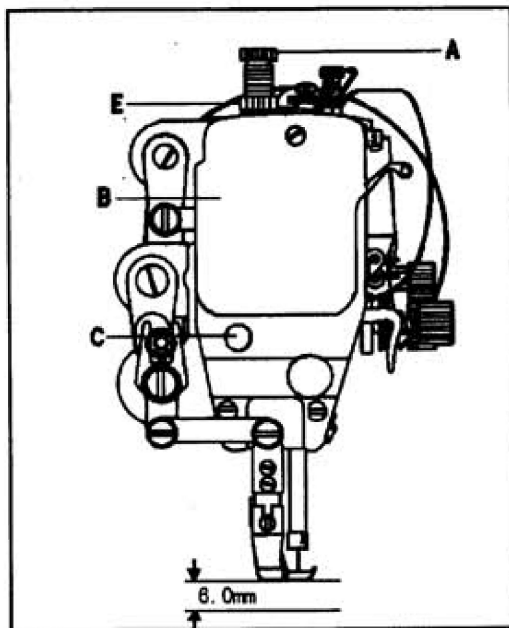

Fig. 9
11.POSITION PRESSER BAR (Fig.9)